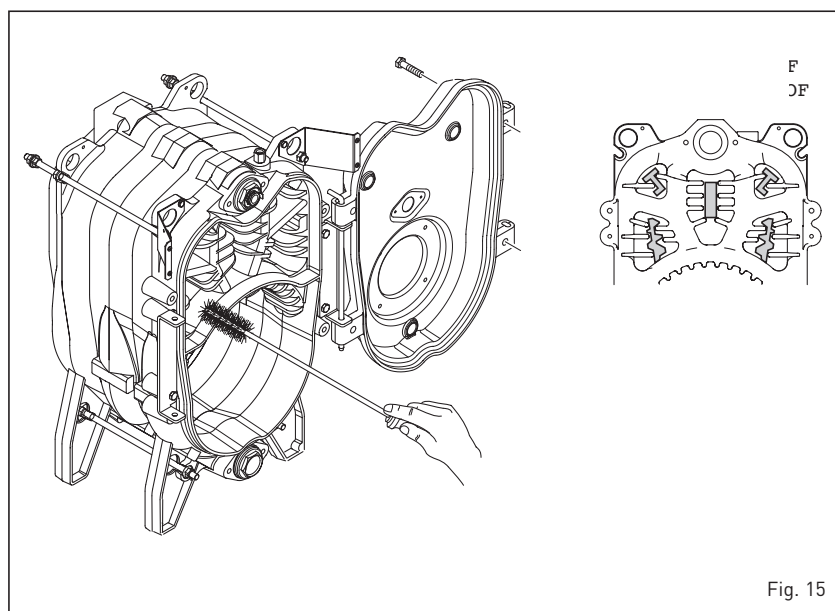

Fig. 15
4.7.1 Limpieza pasajes humo (fig. 15)
posición inicial (fig. 15).